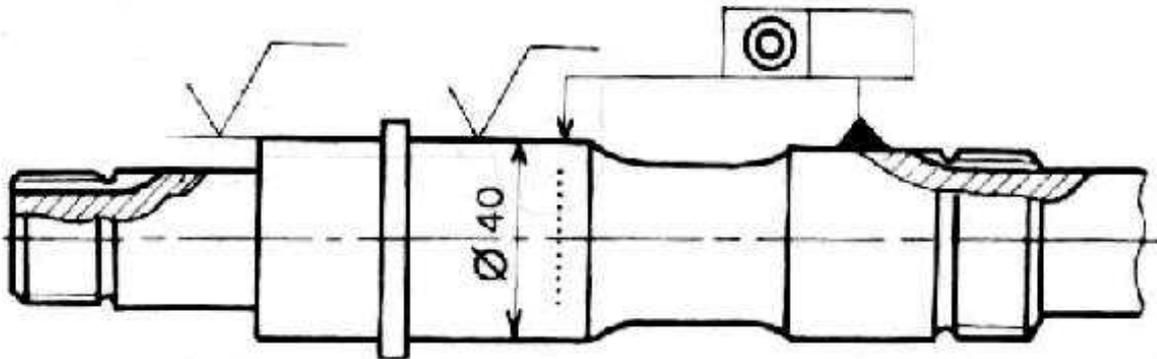

Fig.TP7-3
- La bague extérieure du roulement (3) est-elle liée en translation avec le bâti (1) ?
- Quel élément est repéré (16) et quelle est sa fonction ?
- Quelle est la rugosité de la surface de l'arbre (2) en contact avec des lèvres du joint d'étanchéité ?
- Sur le dessin (fig. TP7-3) indiquer les rugosités de surface et les tolérances à attribuer à la portée du roulement situé à l'extrémité gauche de l'arbre porte-meule (charge modérée). Indiquer également la rugosité de la surface en contact avec le joint d'étanchéité. La tolérance de coaxialité doit être faible, afin d'éviter une rotation irrégulière de la meule.